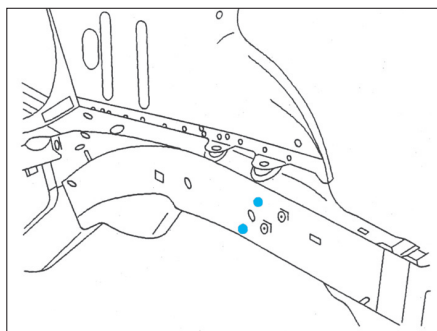

FIG. 38
- Souder par points électriques (Fig.38).